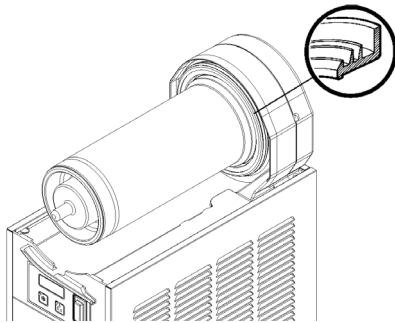

**figura 11**
**2** Lubrificare il pistone rubinetto, il raschiatore esterno e il rotore magnetico esterno (nei punti A, B e C indicati in figura 11) utilizzando esclusivamente il grasso fornito dal fabbricante o altro